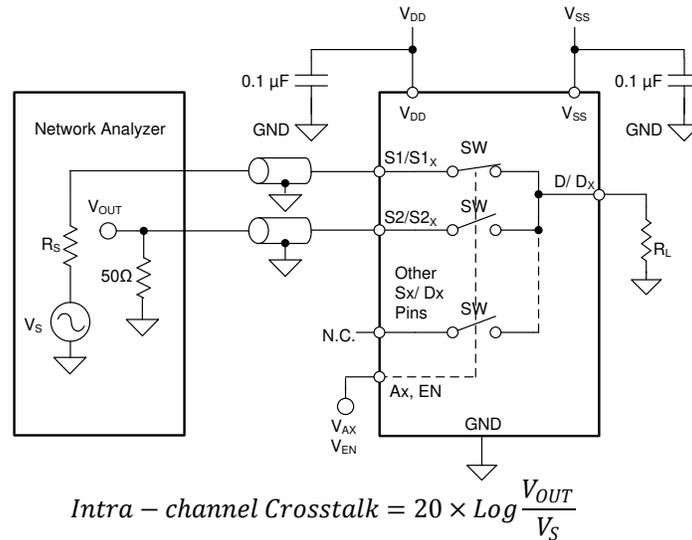

图 7-9. 通道间串扰测量设置
1. 通道间串扰 ($X_{TALK(INTRA)}$) 定义为当信号施加在同一通道中导通开关输入的源极引脚时，关断开关输入的源极引脚 (S_x) 上的电压，如图 7-9 中所示。